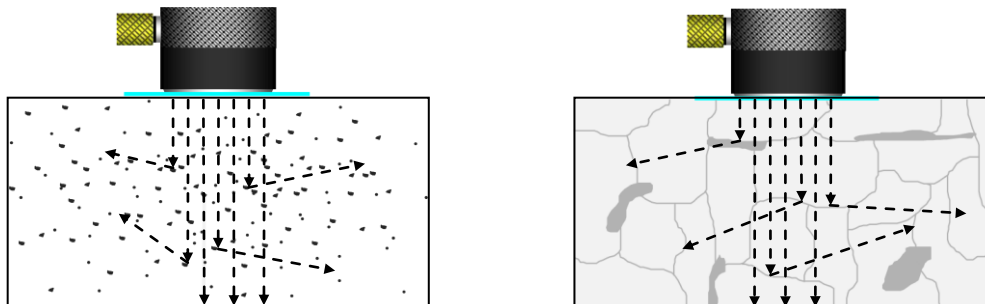

Figura No. 36: Dispersión del medio
- **La dispersión del medio.** Cuando el ultrasonido pasa a través de materiales de ingeniería, que generalmente son homogéneos pero que contienen elementos distribuidos al azar (tales como porosidad, inclusiones y bordes de grano), el ultrasonido es parcialmente reflejado por ellos, por lo cual se dice que la energía es dispersada en diferentes direcciones. La figura No. 36 ilustra pérdidas por dispersión.